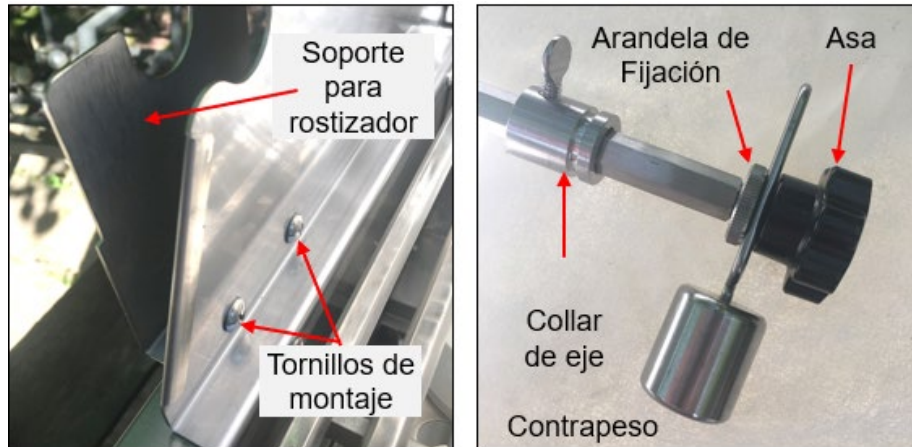

Ilustración 33 Montaje del rostizador 1
2. Con ayuda de un destornillador Phillips, apriete los tornillos de fijación hasta que queden bien ajustados (Ilustración 33 a la izquierda).
- Atornille la arandela de fijación hasta el fondo (Ilustración 33 a la derecha).
- Coloque el contrapeso sobre las roscas y atornille el asa negra para fijarlo en su sitio (Ilustración 33 derecha).